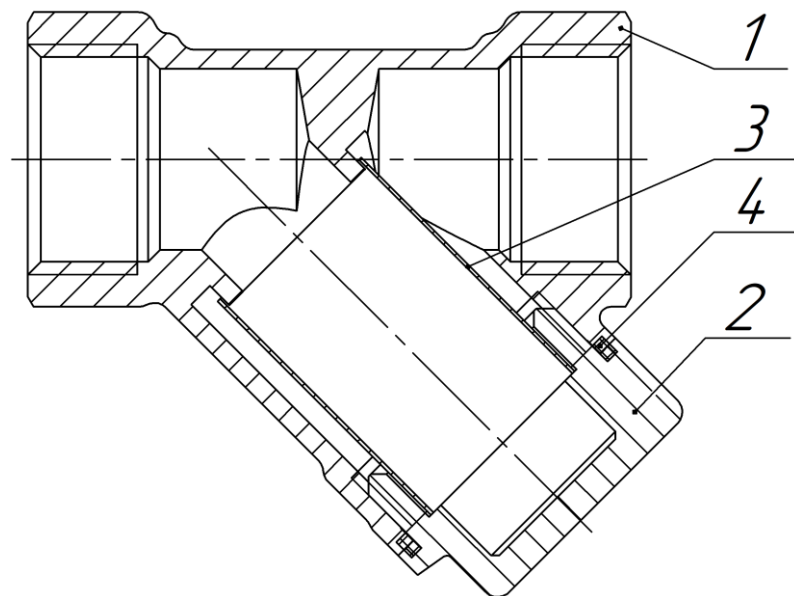

Рисунок 1
1. Фильтр может устанавливаться как в горизонтальном, так и в вертикальном положении, при этом крышка фильтра должна быть направлена вниз (см. рисунок 1).